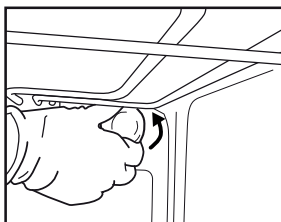
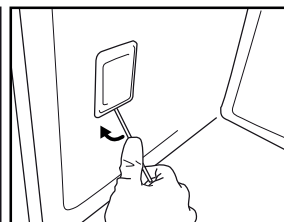

Рис. 6
Рис. 7
2. Выкрутите плафон (Рис. 6), замените лампочку (тип лампочки указан в примечании) и вкрутите плафон снова (Рис. 7).
3. Снимите крышку лампы, поддев ее отверткой (Рис. 7).